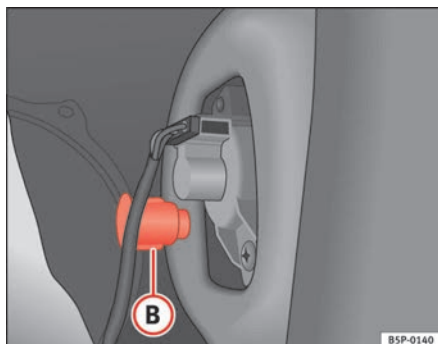

Abb. 191 Standlicht/Bremslicht
- Schrauben Sie die Kunststoffhalterung ⇒ Abb. 191 **B** der Rückleuchte heraus. Zum Herausdrehen können Sie einen Schraubenzieher in dieses Teil einsetzen.